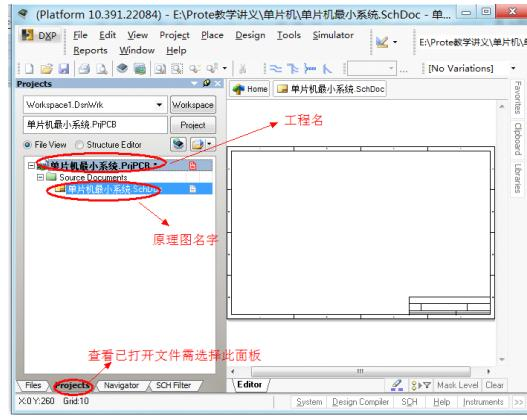

图 6-6.12 保存完成后的工程和原理图
**Step2:** 执行菜单命令【File】/【Save As】，在弹出的对话框中选择文件保存路径，输入原理图文件名字“单片机最小系统”，保存到“单片机”的文件夹中。保存完成后如图 6-6.12 所示。